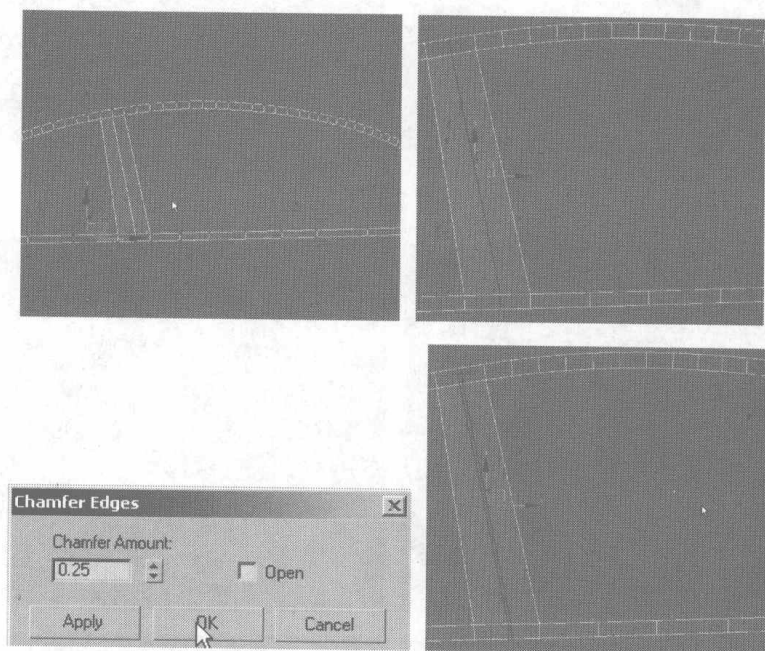

图 7.141
- 32 在另一半用同样方法添加面。然后选择中间的曲线，单击 **Chamfer**  按钮右边的小方块，设置倒角参数，单击 **OK** 按钮，如图 7.141 所示。